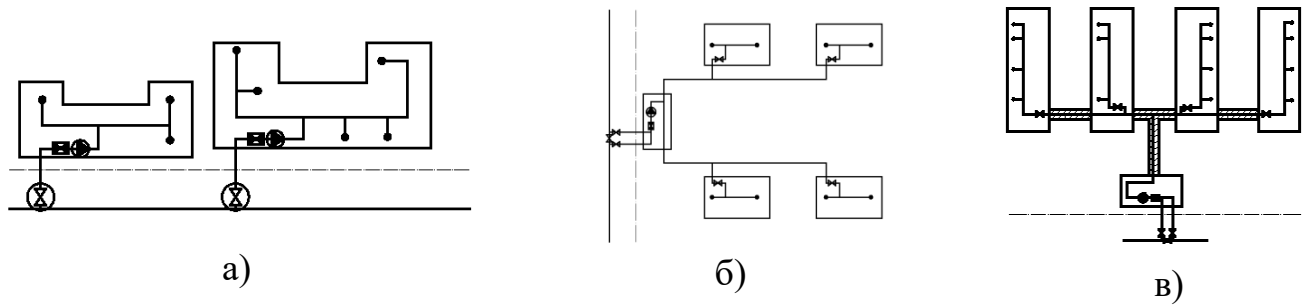

Рис. 1. Схеми водопостачання житлових кварталів
1. трасування за лінійного планування (Рис. 1, а);
2. трасування внутрішньоквартальної мережі у ґрунті (Рис. 1, б);
3. трасування внутрішньоквартальної мережі в непрохідних каналах (Рис. 1, в);